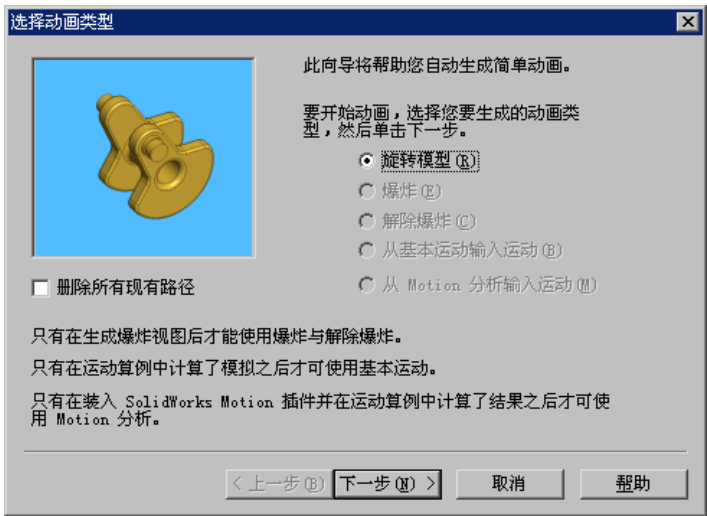

图 9.2.3 “选择动画类型”对话框
Step3. 选择旋转类型。在运动算例界面的工具栏中单击按钮，系统弹出“选择动画类型”对话框，如图 9.2.3 所示，选中 ☒ 旋转模型 (R) 单选项（本例中使用的是零件模型，所以只有 ☒ 旋转模型 (R) 单选项可选）。